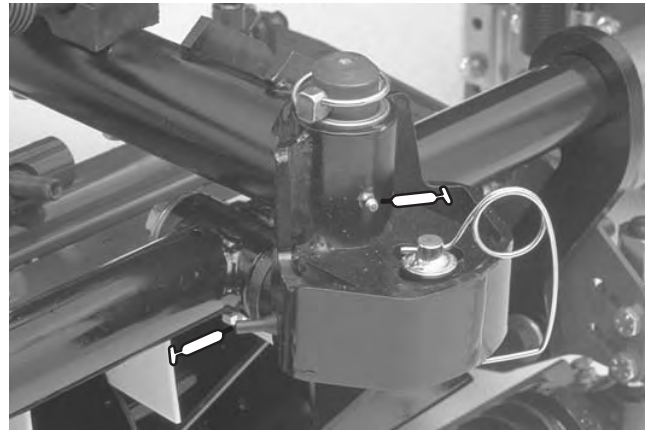

Figure 36
- Bâti porteur de plateau de coupe et pivot (2 chacun), (Fig. 36)